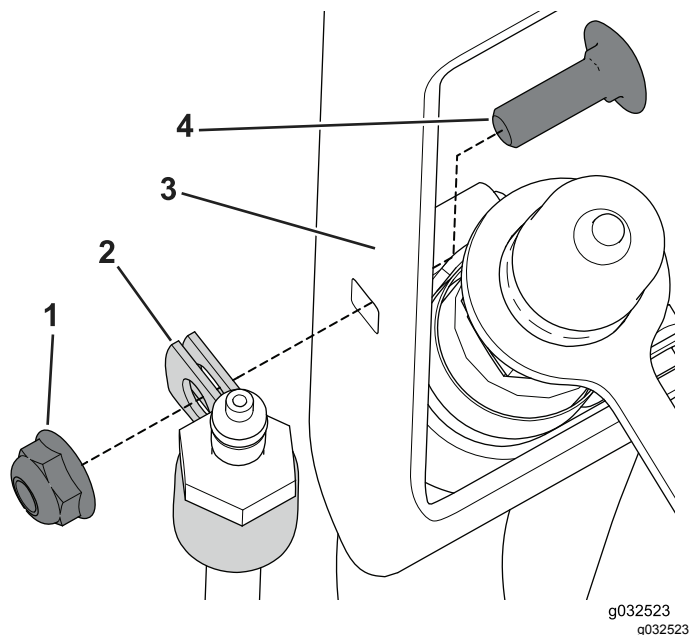

図 36
1. ホースコネクタにRクランプを通す 図 36。
2. キャリッジボルト1/4" x 3/4"とナットを使って、Rクランプをホースブラケットに固定する 図 36。